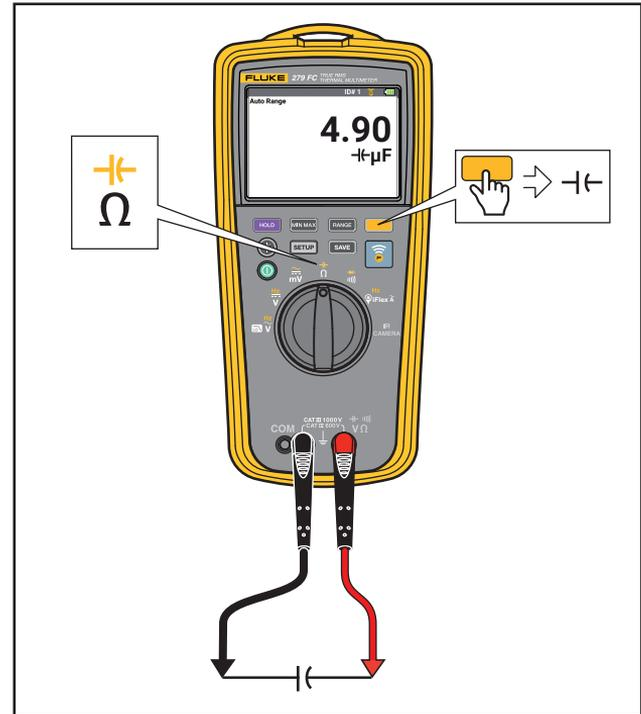

Abbildung 8. Kapazitätsmessungen
- Kapazitätsmessungen, siehe Abbildung 8
Das Multimeter ermöglicht eine Kapazitätsmessung durch Aufladung eines Kondensators mit einem bekannten Strom, dem Messen der resultierenden Spannung und dem anschließenden Berechnen der Kapazität. Siehe Abbildung 8.